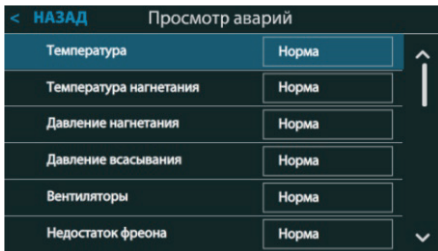

Рисунок 27 – Просмотр аварий
6.4.9 Просмотр аварий (рисунок 27)